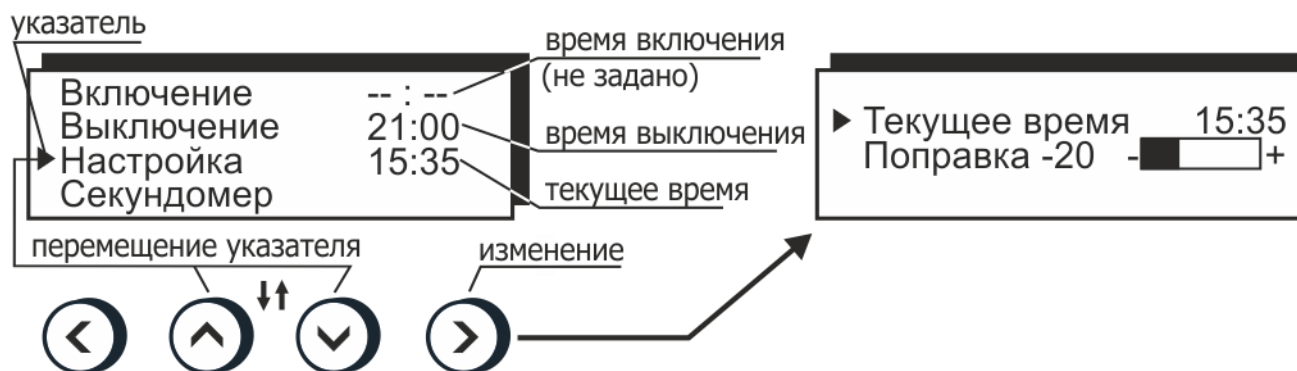

Рисунок 10 — Управление встроенными часами
- нажатиями кнопок (▲) и (▼) установить указатель против нужного времени: включения или выключения (рисунок 10);
- нажатиями кнопок (**▲**) и (**▼**) установить указатель против пункта "Секундомер" (рисунок 10);